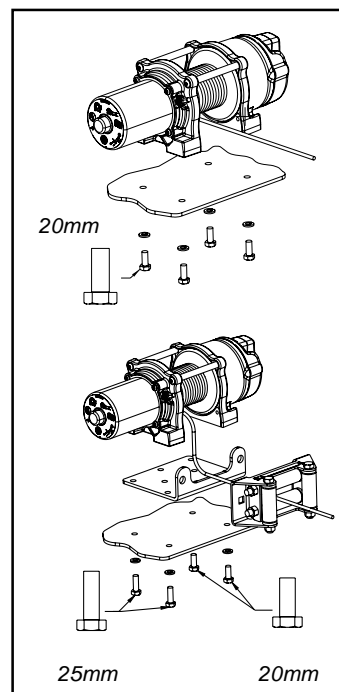

Abbildung 4: Ausrichtung der Winde und der Montageplatte.
- Bei Verwendung einer einteiligen Montageplatte: Sechskant-Kopfschrauben (M8 – 1,25 x 20 mm, Grade 8). **Hinweis:** Bei Verwendung separater Montage- und Seilführungsplatten: Sechskant-Kopfschrauben (M8 – 1,25 x 25 mm, Grade 8) an der Motorseite des Sockels (siehe Abbildung 4) befestigen.